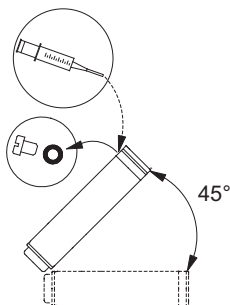

Рис. 4 Положення електродвигуна під час заливання рідини - MS 6000
- Якщо електродвигун доставлено зі складу, перед встановленням електродвигуна слід перевірити рівень рідини. Див. рис. 4.
- При здійсненні технічного обслуговування слід перевіряти рівень рідини. Див. рис. 4.
1. Встановіть заглибний насос, як показано на рис. 4. Гвинт заливного отвору має розташовуватись у найвищій точці електродвигуна.
3. Вприскуйте рідину в електродвигун за допомогою наливного шприца (рис. 4), поки рідина не почне виливатися із заливного отвору.